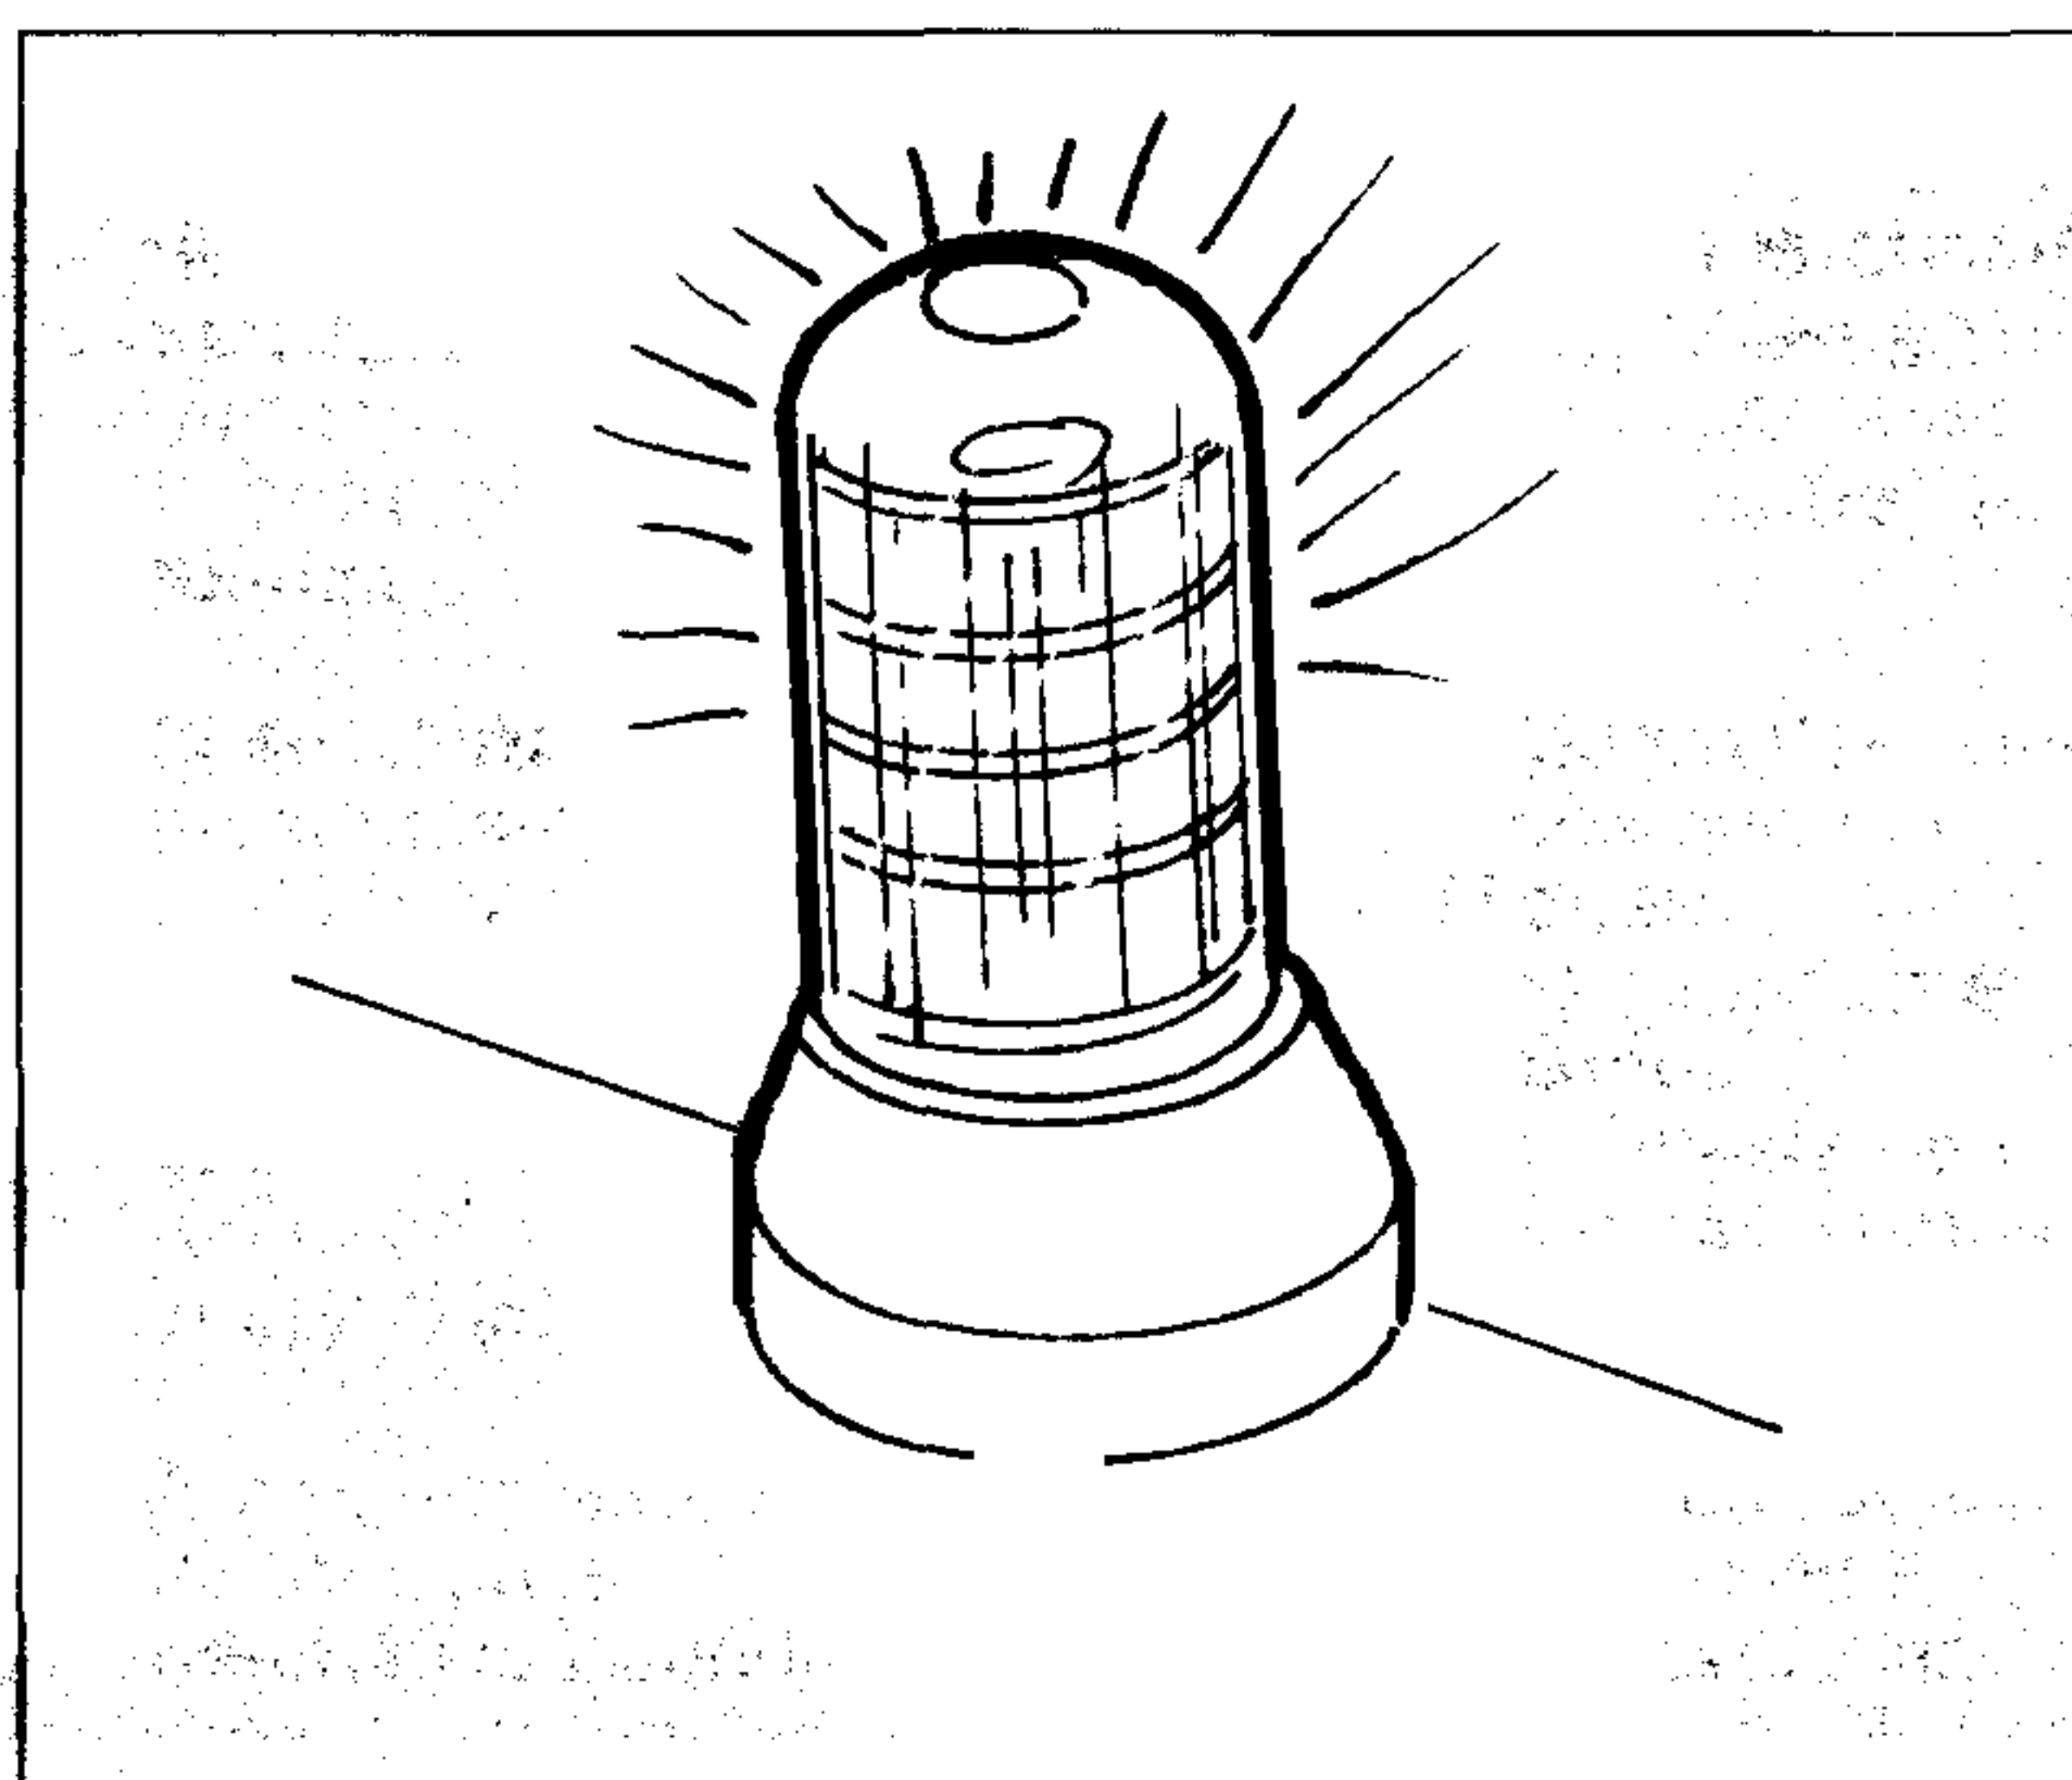

Fig.2-39
- En carretera, utilice luces intermitentes o la lámpara giratoria, tanto de día como de noche, a menos que la ley lo prohíba (Fig. 2-39).